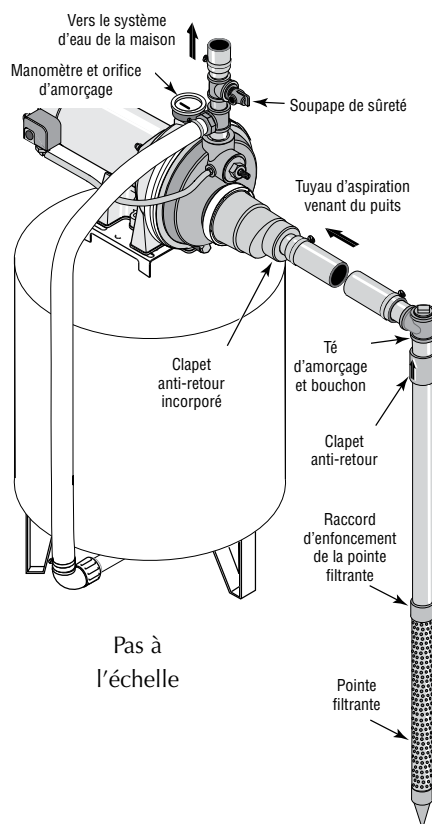

Figure 5 : Installation avec une pointe filtrante
Installation de la pointe filtrante (Figure 5)
5. Utiliser le moins possible de raccords (en particulier des coudes) lorsque l'on branche la tuyauterie de la pointe filtrante sur l'orifice d'aspiration de la pompe. Le diamètre du tuyau d'aspiration doit être au moins aussi grand que le diamètre de l'orifice d'aspiration de la pompe (y compris le clapet anti-retour - voir la Figure 5). Supporter le tuyau de façon qu'il ne soit pas cintré afin qu'il n'exerce pas de contraintes sur le corps de la pompe; de plus, il doit être légèrement incliné vers le haut, du puits jusqu'à la pompe (les points hauts risquent de causer des poches et des bouchons d'air dans la pompe). N'utiliser du ruban d'étanchéité en PTFE pour filetage ou de la pâte pour raccords filetés à base de PTFE sur les raccords filetés approuvés sur les tuyaux en PVC. Les raccords doivent être étanches à l'air et à l'eau. Si le tuyau d'aspiration aspire de l'air, la pompe ne pompera pas l'eau du puits. Si une pointe filtrante ne fournit pas suffisamment d'eau, considérer brancher deux ou trois pointes filtrantes sur un même tuyau d'aspiration.